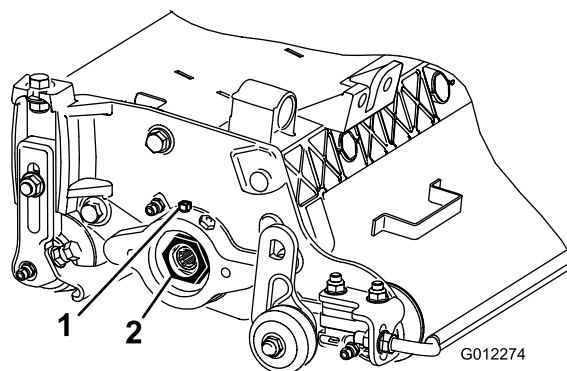

Figura 10
- A. Desaperte o parafuso do conjunto externo que fixa porca de ajuste do rolamento à caixa de rolamentos localizada no lado esquerdo da unidade de corte (Figura 10).